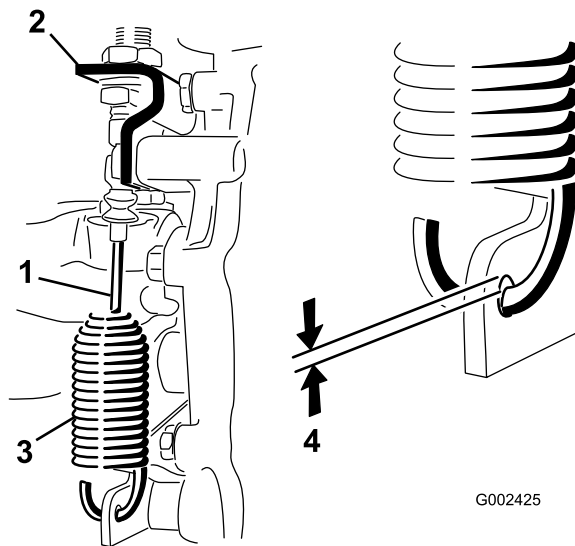

图47
2. 松开将差速锁拉索固定至驱动桥支架的锁紧螺母（图47）。